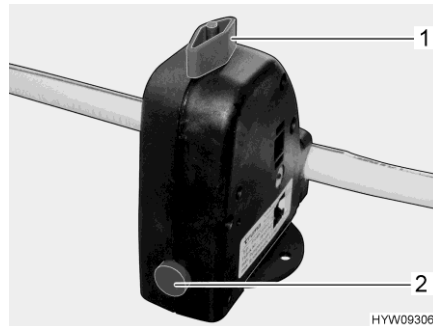

Bild 114 Sicherheits-/Ablassventil (Boiler)
Der Boiler ist mit einem Sicherheits-/Ablassventil (Bild 114) ausgestattet. Das Sicherheits-/Ablassventil verhindert, dass das Wasser im Boiler einfriert, wenn bei Frost die Heizung nicht eingeschaltet ist.
- Sicherheits-/Ablassventil schließen. Dazu den Drehknopf (Bild 114,1) quer zum Sicherheits-/Ablassventil drehen und den Druckknopf (Bild 114,2) hineindrücken.
- Sicherheits-/Ablassventil öffnen. Dazu den Drehknopf (Bild 114,1) längs zum Sicherheits-/Ablassventil drehen. Der Druckknopf (Bild 114,2) springt heraus. Der Boiler wird über das Sicherheits-/Ablassventil nach außen entleert.